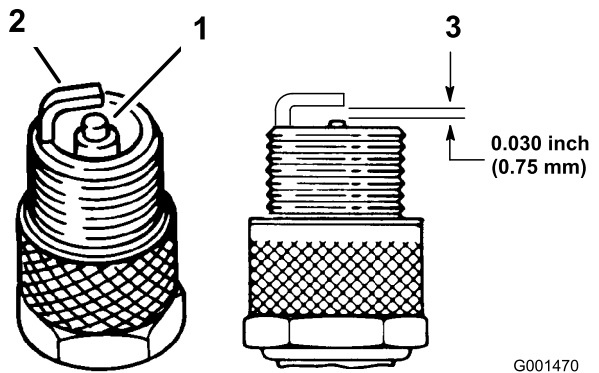

Figura 28
1. Veja a parte central das velas de ignição (Figura 28). Se verificar uma cobertura castanha ou cinzenta no isolante, o motor está a funcionar correctamente. Uma cobertura preta no isolante indica que o filtro de ar está sujo.
2. Verifique a folga entre os eléctrodos central e lateral (Figura 28). Dobre o eléctrodo lateral (Figura 28) se a folga não for a correcta.
3. Ligue os cabos às velas de ignição (Figura 28).